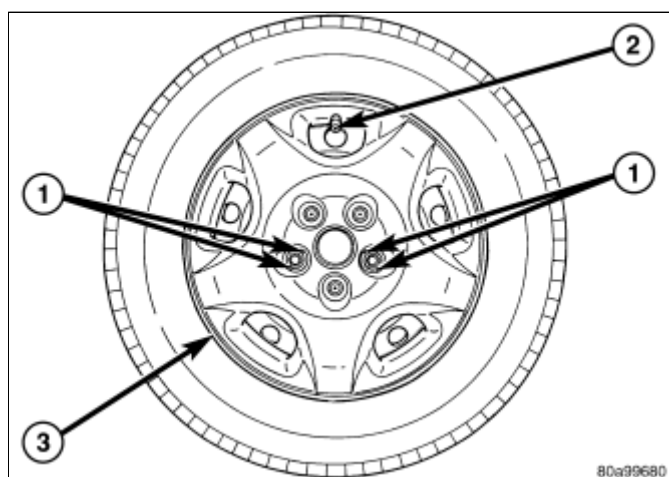

图 2 通过两个螺母安装车轮护盖
b. 同时, 将车轮护盖上含有卡夹的两个孔对齐到两个安装的车轮螺母上(图 2)。
c. 向里按压车轮护盖的中心, 直到车轮护盖的卡夹推过, 并和前面安装的车轮安装螺母的后部啮合(图 2)。这将保持车轮护盖到位。